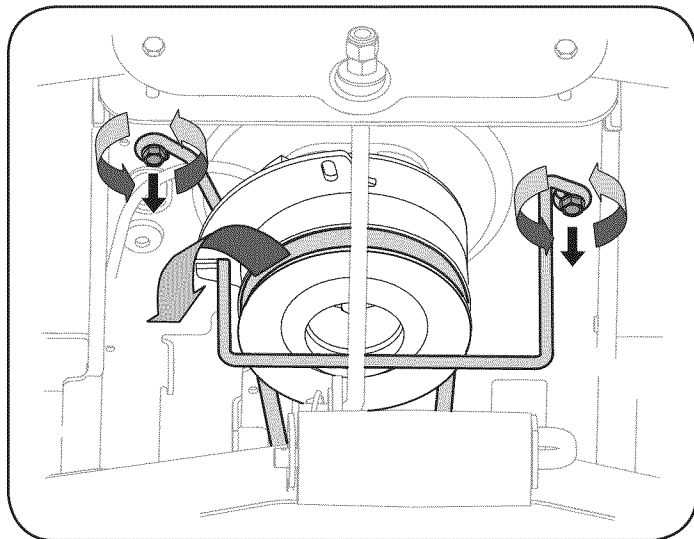

Figura 10
3. Ubique el embrague de PTO debajo de la parte delantera del tractor. Vea la Figura 10.
4. Saque el protector de la correa y la correa de la p Polea de la PTO de la siguiente manera. Consulte la Figura 10:
- Vuelva a colocar el protector de la correa de la polea de la PTO. Vea la Figura 10.